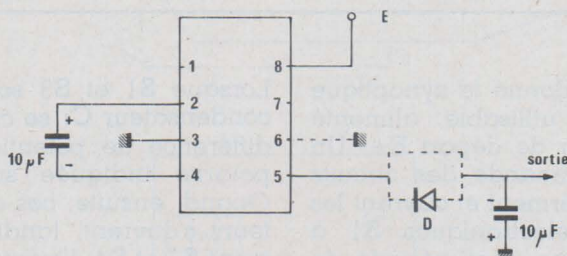

Figure 4
Enfin, dans le cas de tensions ou de températures élevées, une diode D doit être connectée en série avec la borne 5, ainsi que le montre le schéma de la figure 4. Ceci réduit la tension de sortie d'environ 0,6 volt.
La première application est celle du simple miroir de tension, et fait appel au circuit de la figure 4. Rappelons que, dans ce cas, la diode D ne s'impose que si la tension d'alimentation approche les 10 volts. Le schéma est applicable de 1,5 à 10 volts. Pour des tensions inférieures à 3,5 volts, on pensera à mettre la borne 6 (LV) à la masse.